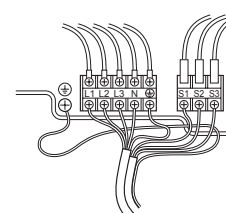

Fig. 6-2
### 6.1. Utomhusenhet (Fig. 6-1, Fig. 6-2)
- ① Ta bort servicepanelen.
- ② Hänvisa till fig. 6-1 och fig. 6-2 när kablarna dras.